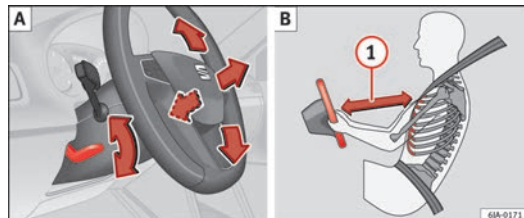

Abb. 100 Verstellbares Lenkrad: Hebel an der Lenksäule / richtiger Abstand des Fahrers vom Lenkrad
- Halten Sie mindestens einen Abstand von 25 cm zwischen Lenkradmitte und Ihrem Brustkorb **①** ⇒ Abb. 100 **Ⓜ** ⇒ Seite 145 ein. Wird dieser Mindestabstand nicht eingehalten, kann das Airbag-System nicht seine Schutzfunktion erfüllen – bei Auslösung kann Lebensgefahr bestehen!
- Schwenken Sie den Hebel unter dem Lenkrad nach unten ⇒ Abb. 100 [A].